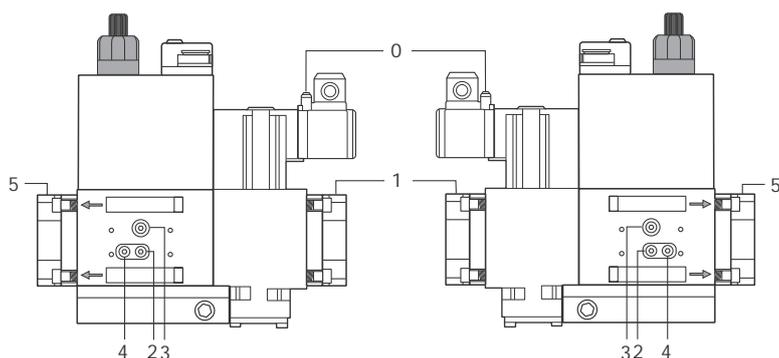

Fig. 46
- 2 Svitare le viti 1 ÷ 4 con una chiave esagonale n. 3 e togliere il coperchio del filtro 5 in Fig. 46.